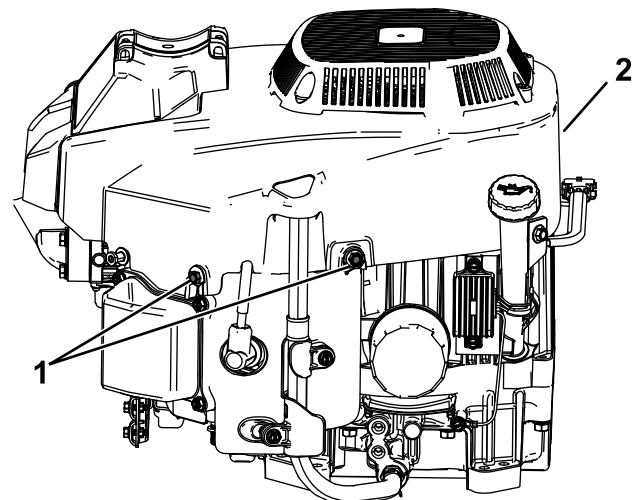

Figure 53
4. Desserrez les boulons et déposez le boîtier du ventilateur (Figure 53).